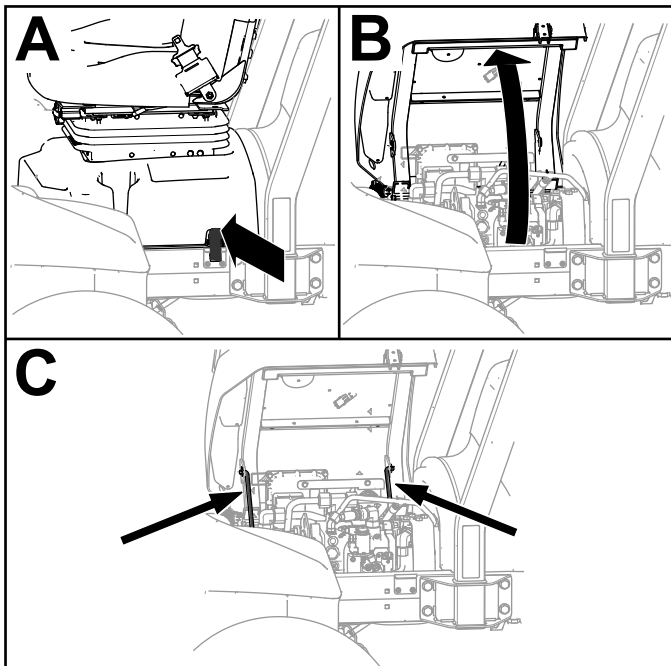

Bild 68
1. Entriegeln Sie das Sitzunterteil (A in Bild 68).
2. Klappen Sie den Sitz und das Sitzunterteil auf (B von Bild 68).
3. Stützen Sie beides mit den Stützen ab (C von Bild 68).